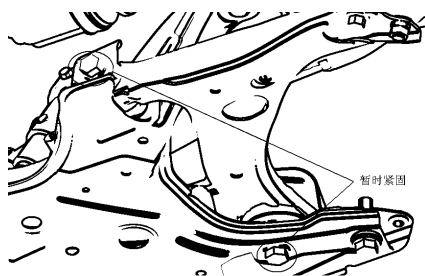

图 1-17
- ⑤ 安装
- a. 临时拧紧前悬下摆臂总成。用2个螺栓和螺母，暂时紧固前悬下摆臂总成。不用打力矩，见图 1-17所示。
d. 充分紧固前悬下摆臂总成。用2个螺栓紧固下摆臂，如上图1-17所示，拧紧力矩